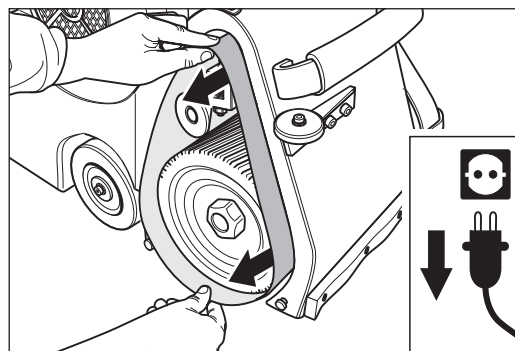

Abb. 59 Das Schleifband von den Walzen abnehmen.
- 5 Nehmen Sie das Schleifband von den Walzen ab (Abb. 59).